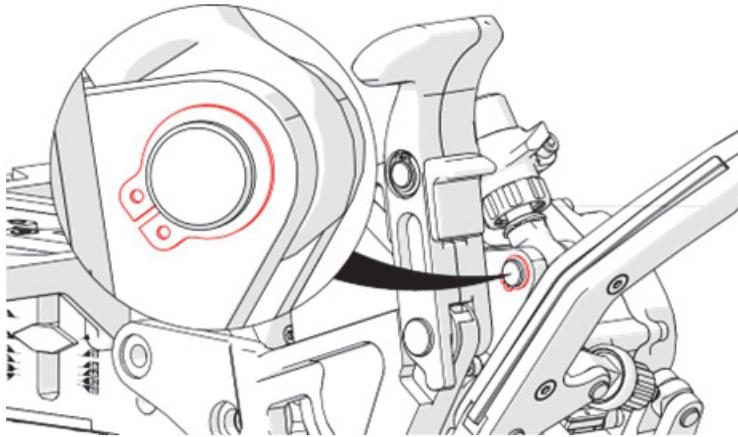

图2-25 取下卡环
4. 从轮子张紧气缸底座取下卡环 (参见第101页的图2-25)。